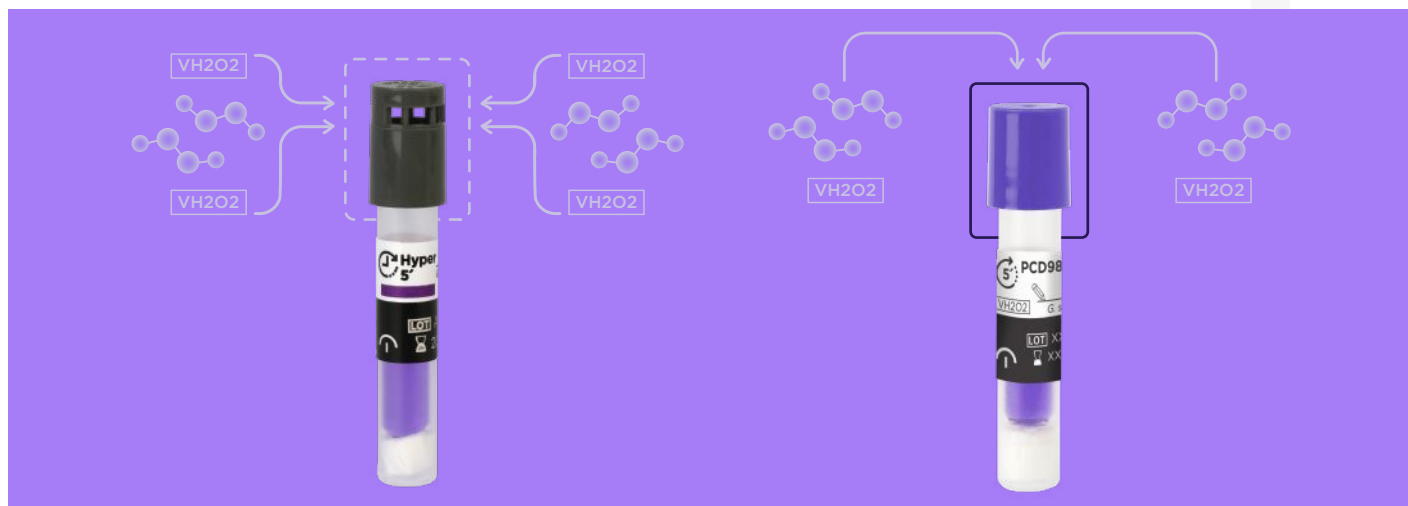

Figura 1. Comparação entre o design da tampa do PCD98 e do BT98
- A tampa atua como uma barreira de difusão controlada: o VH202 deve penetrar através dessa barreira para alcançar o suporte contendo os esporos na parte inferior do tubo (Figura 1).